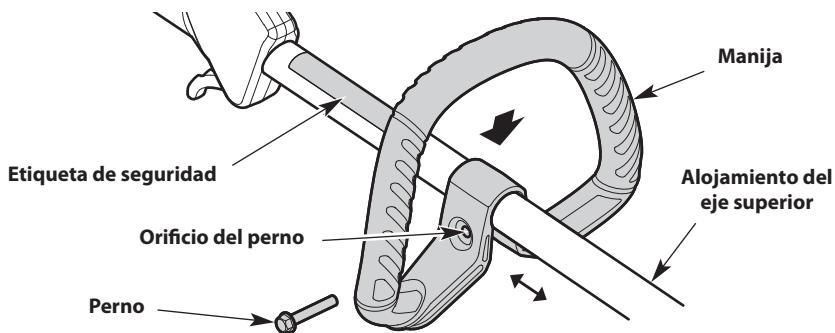

Fig. 8
- Oprima la manija hacia abajo sobre el alojamiento del eje superior (Fig. 8). Asegúrese de que el orificio del perno mire hacia la derecha (Fig. 8).
- Inserte el perno en el orificio del perno y oprímalo para que pase a través de él (Fig. 8). Ajuste el perno con un destornillador de cabeza plana, pero no lo ajuste completamente.
- Mantenga la unidad en la posición de funcionamiento (Fig. 17). Mueva la manija hacia arriba o abajo del alojamiento del eje superior hasta que esté en una posición cómoda (Fig. 8). Compruebe que la manija esté ubicada más allá del extremo de la etiqueta de seguridad (Fig. 8).
- Afloje el perno con un destornillador de cabeza plana (Fig. 8).